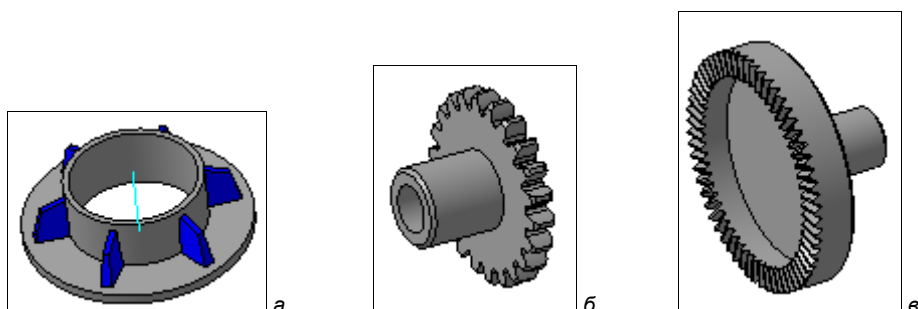

Рис. 28.29. а — Модель 10 с ребрами; б — Зубчатое колесо 22;
- ♦ нажмите кнопку **Создать объект**. Система создала шесть синих ребер равномерно по окружности (рис. 28.29, а).
С помощью команды **Массив по концентрической сетке** можно создать модели зубчатых колес. Это сделать достаточно просто. Для этого создайте модель колеса без зубьев. Затем на торцевой части создайте эскиз впадины зуба или сам зуб. Этот эскиз можете скопировать из файла Колесо зубчатое 22, который находится на прилагаемом компакт-диске в папке Модели сборок\Редуктор. Для создания профиля зубчатого колеса вызовите команду **Массив по концентрической сетке** и создайте массив зубьев. Это вам в качестве домашнего задания (рис. 28.29, б). Также самостоятельно создайте массив зубьев в модели Зубчатая полумуфта (рис. 28.29, в).